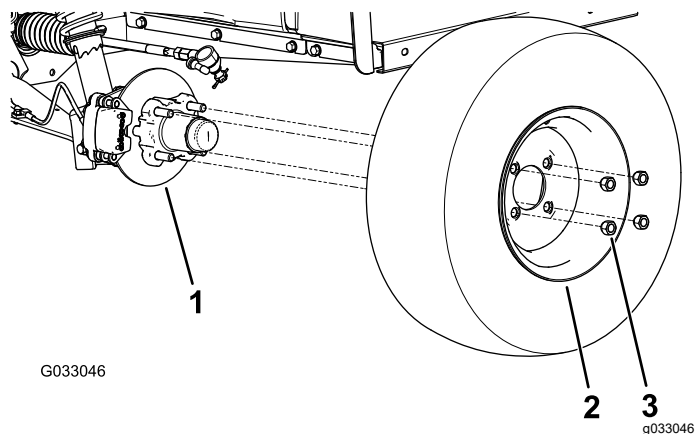

Figura 31
2. Togliete i 4 dadi a staffa che fissano la ruota al mozzo (Figura 31).
4. Allineate i fori sulla ruota ai prigionieri del mozzo e montate la ruota sul mozzo con lo stelo della valvola rivolto all'esterno (Figura 31).
5. Fissate la ruota al mozzo utilizzando i dadi per le ruote (Figura 31).